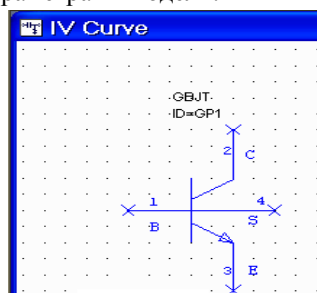

Рис. 4.2
2. Щёлкните правой кнопкой мышки по имени схемы в окне просмотра и выберите **Rename Schematic** (Переименовать схему). В открывшемся окне введите имя **IV Curve** и нажмите **ОК**. Должна получиться схема, показанная на рис. 4.2.